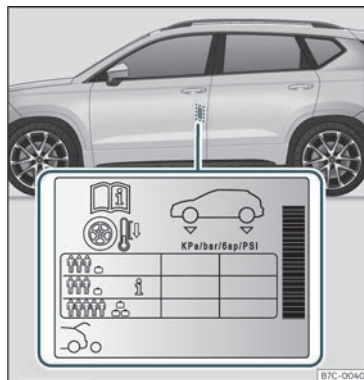

Fig. 209 Localização do autocolante da pressão de ar dos pneus.
- Adapte a pressão dos pneus à carga transportada pelo veículo»» Fig. 209 .
Os valores da pressão de enchimento indicam-se na etiqueta autocolante situada na zona posterior da moldura da porta dianteira esquerda»» Fig. 209 .
Dependendo do veículo, pode adaptar-se a pressão de ar dos pneus para meia carga para aumentar o conforto de condução (pressão de ar dos pneus i»» Fig. 209). Quando se circula com a pressão de ar de conforto, o consumo de combustível pode aumentar ligeiramente.
A pressão dos pneus tem de ser ajustada à carga momentânea do veículo. Se pretender utilizar o veículo com a carga máxima, terá de aumentar a pressão dos pneus para o valor máximo indicado na etiqueta»» Fig. 209 .
No caso de uma roda de emergência mais estreita (125/70 R18), encher a 4,2 bar de pressão segundo indicado na etiqueta de pressão dos pneus»» Fig. 209 .
- O condutor é responsável por garantir que todos os pneus do veículo estejam cheios com a pressão correta. A pressão de ar recomendada está indicada num autocolante»» Fig. 209 .
- Com os pneus a frio, deve manter-se sempre a pressão indicada no autocolante»» Fig. 209 .